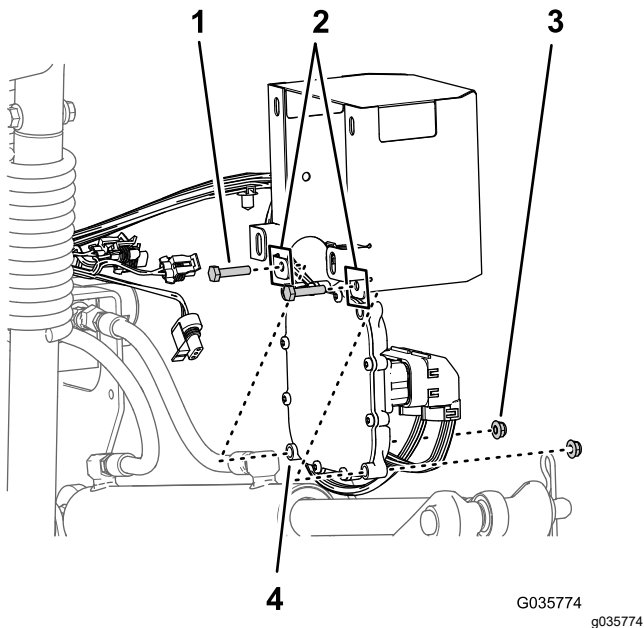

図 29
1. 電子コントローラを、コントローラカバーの内側にセットするコントローラの下外側の取り付け穴を、カバーの下後ろフランジに合わせる (図 29)。
2. コントローラをカバーに固定する ボルト 1/4 x 1 3/8" 2 本、フランジロックナット 1/4" 2 個を使用して 図 29 のように取り付ける。